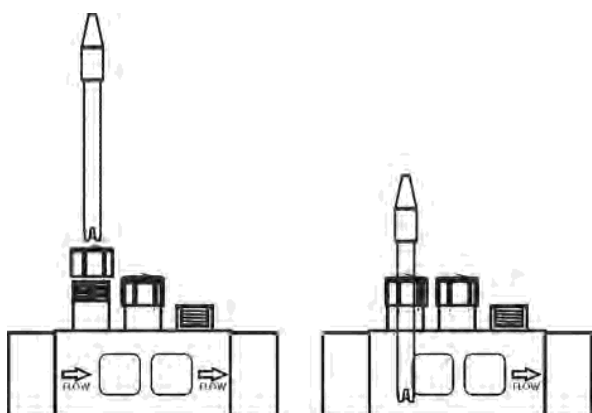

Fig. 12
1. Introduceți senzorul de pH în locurile corespunzătoare din suport (Fig. 12)